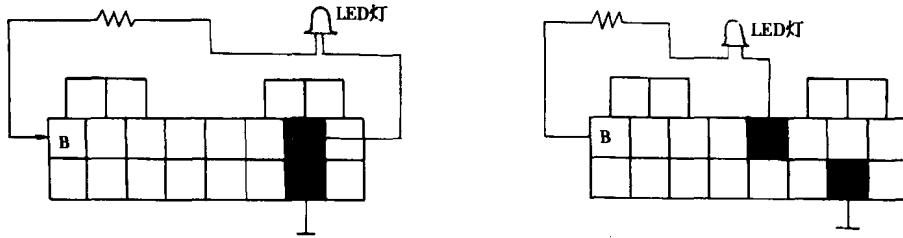

图 1-1-10 20PIN 诊断座
(1) 以图 1-1-10 连接 LED 灯，将点火开关 KEY-ON，发动机不发动，此时会由 LED 灯及仪表板上的“CHECK”故障指示灯闪烁故障码。
(2) 因 20PIN 诊断座读取的发动机故障码请参考后节故障码对照表。